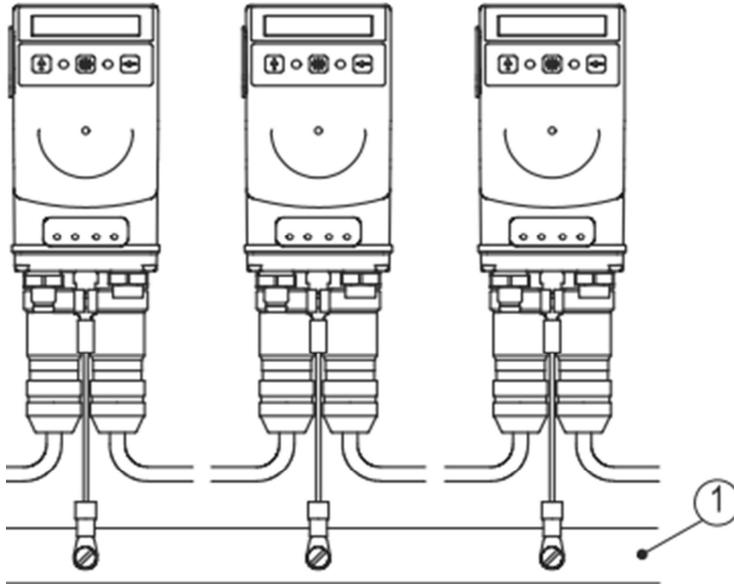

図 3 : アースバー
複数の機器をご使用いただく場合、アースバー①への接続を推奨します。(図 3 参照)